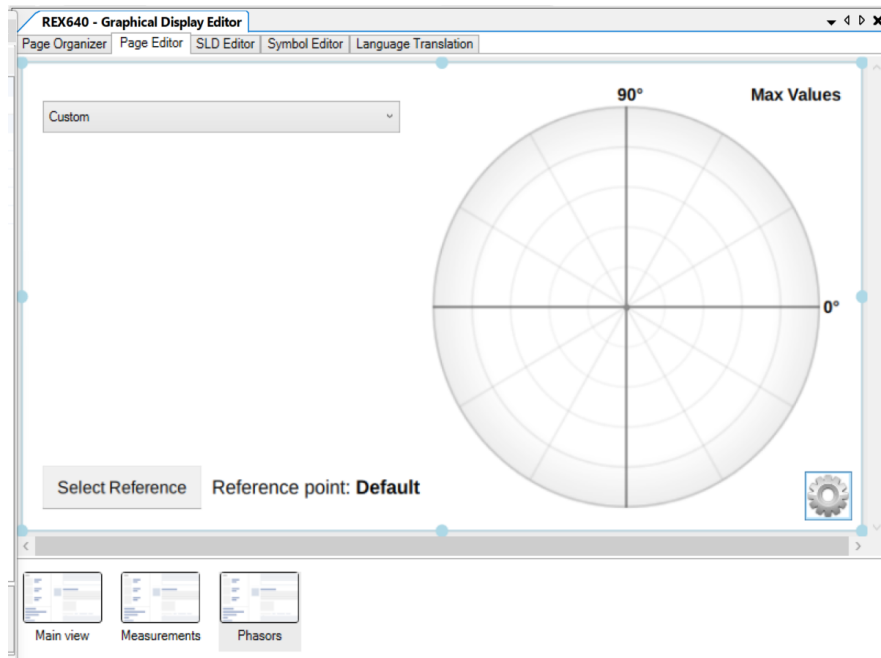

Imagen 175_Ventana 3 Page Editor para fasores.
3.37 Ahora bien, si nos vamos a la ventana de “*Page Editor*” observaremos una ventana como en la **Imagen 175**: